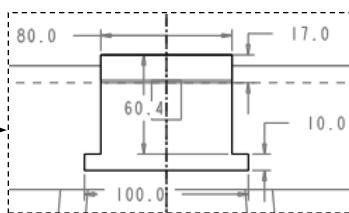
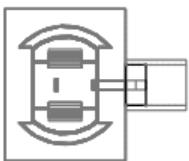
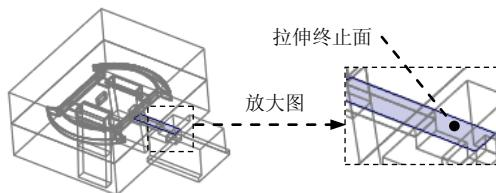

图 27.36 定义草绘平面
图 27.37 截面草图
图 27.38 拉伸终止面
Step6. 创建实体切削特征1。单击**模具**功能选项卡**形状**▼区域中的**拉伸**按钮，此时系统弹出“拉伸”操控板；在出现的操控板中，确认“实体”类型按钮被按下；在操控板界面中按下“移除材料”按钮；右击，从系统弹出的菜单中选择**定义内部草绘...**命令；选取图27.36所示的平面为草绘平面，接受默认的箭头方向为草绘视图方向，然后选取图27.36所示的表面为参考平面，方向为**右**。单击**草绘**按钮，进入草绘环境；进入截面草绘环境后，选取MOLD_FRONT基准平面和MOLD_RIGHT基准平面为草绘参考，利用“投影”命令绘制图27.37所示的截面草图；完成特征截面的绘制后，单击“草绘”操控板中的“确定”按钮；在操控板中选取深度类型**到选定的**，将模型调整到图27.38所示的视图方位，选取图中所示的表面为拉伸终止面；在“拉伸”操控板中单击**确定**按钮，完成特征的创建。